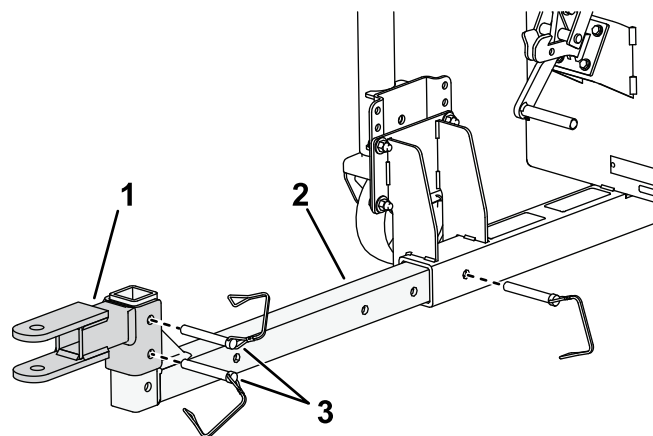

Figure 3
1. Insérez le tube d'attelage dans le cadre, comme montré à la Figure 3.
2. Installez l'adaptateur d'attelage sur le tube d'attelage avec les axes de chape (Figure 3).
2. Retirez les axes de chape de l'adaptateur d'attelage et ajustez position vers le haut ou le bas (Figure 3) selon les besoins.